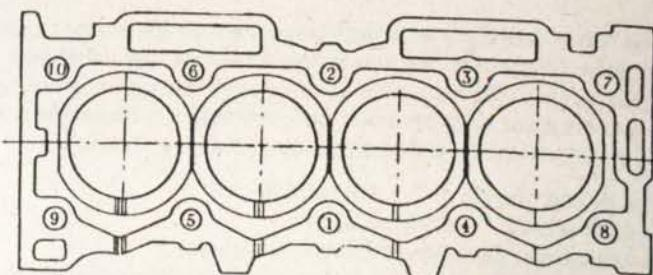

Fig. 2-23.— Orden de camisas y apriete de pernos de culatas
Se deberá respetar el orden de montaje de las camisas, marcándolas levemente, de la 1 a la 4 (Fig. 2-23). Con la empaquetadura nueva, se aprieta los pernos de la culata, desde los centrales (1) a los extremos (10), en tres tiempos: primero con una torsión de 1,5 kg.m., luego con 4,5 kg.m. (siempre en el mismo orden) y finalmente con el torque de apriete necesario, que para pernos de 11 mm. de diámetro es de 7,6 a 8,3 kg.m.